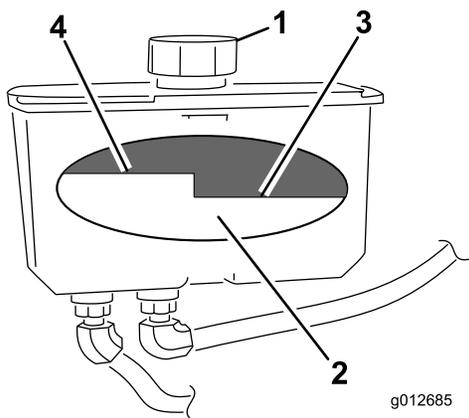

図 72
4. 油圧オイルタンクの注油口と首の周辺をきれいに拭く (図 72)。
5. 給油口からキャップを取る。タンクの中をのぞいてオイルの量を確認する (図 72)。
**注** オイルが暖かいときには、バップルの一番上のレベルまでオイルがあることが必要です (図 72)。